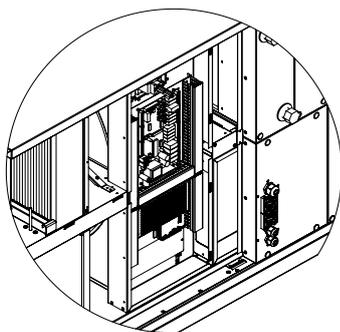

Рис. 15
- Открыть левую дверь и извлечь заглушку из клеммной коробки (см. рис. 15).
- Только для моделей RotoK1000H, RotoK1700H: Сначала необходимо снять крышки с кабельных каналов, затем отсоединить разъемы нижней платы блока управления, а затем извлечь эту плату (см. рис. 15).